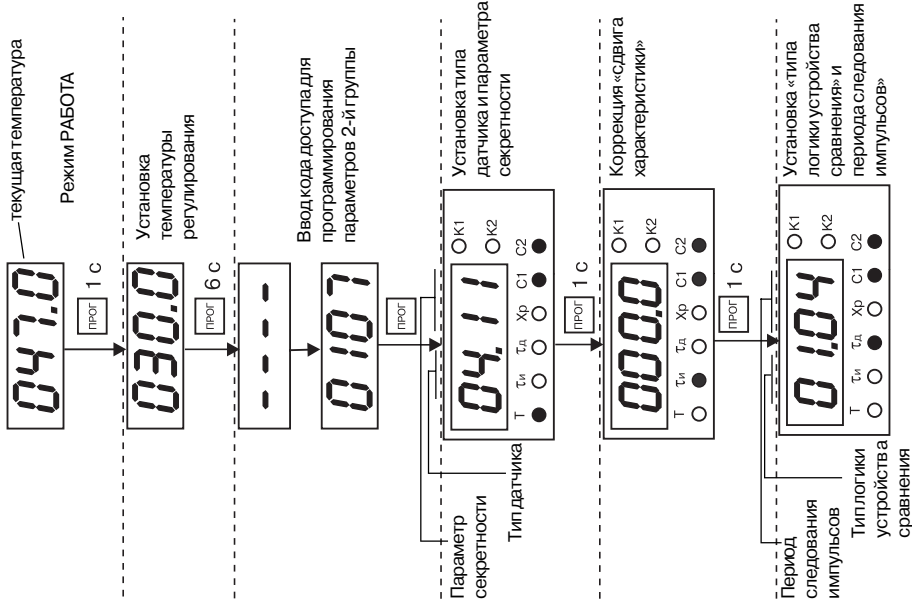

РИСУНОК 20
Находясь в режиме РАБОТА нажать кнопку  и удерживать ее в течение 1 с, в результате чего попадаем в режим задания уставки регулятора (рис. 20 и 21).
6.3.3.1.1. Ввести **код доступа** 0107 кнопками  и  (анал. п. 6.3.2.2), рисунок 20.